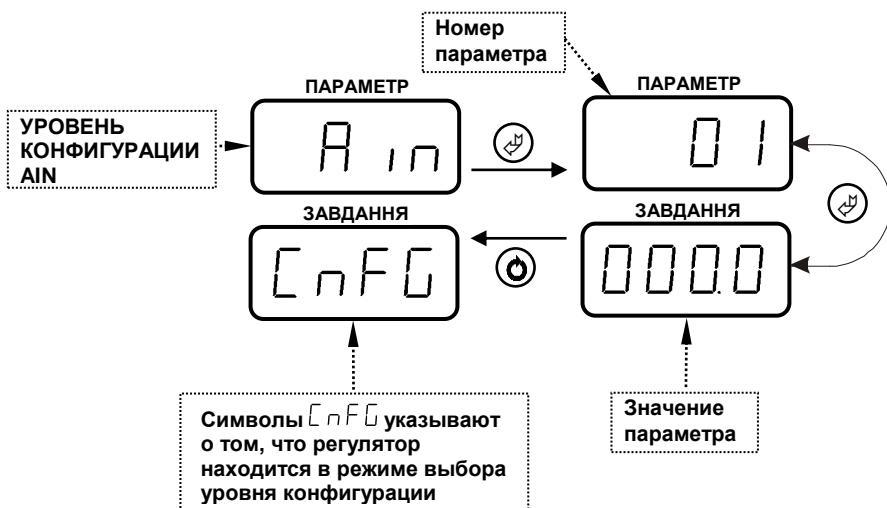

Рисунок 4.4 – Индикация уровня режима конфигурации, номера параметра и значения параметра.
• Параметры разделены по группам, каждая из которых называется "уровень". Каждое заданное значение (элемент настройки) в этих уровнях называется "параметром". Параметры, используемые в регуляторе МИК-111, сгруппированы в 13 уровней и представлены на диаграмме – см. рис 4.3. Индикация уровней режима конфигурации, номеров и значений параметров показаны на рис. 4.4.
В дальнейшем по тексту руководства по эксплуатации идет ссылка на параметр из таблицы параметров регулятора в виде XXX.УУ (например AIN.01), где XXX – название уровня конфигурации, а УУ – номер параметра (смотри рисунок 4.4).